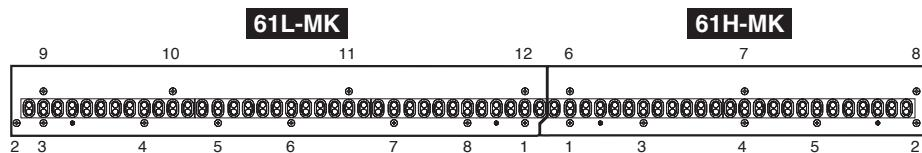

Fig.11 (図 11)
* When installing the circuit board 61L-MK, tighten the screws 1 through 12 in numerical order as shown in the figure “61L-MK” in Fig.11. (Fig.11)
* When installing the circuit board 61H-MK, tighten the screws 1 through 8 in numerical order as shown in the figure “61H-MK” in Fig.11. (Fig.11)
※ シート 61L-MK を取り付けるときは、図 11 のシート 61L-MK 図の番号 1 ~ 12 の順にネジを締めてください。 (図 11)
※ シート 61H-MK を取り付けるときは、図 11 のシート 61H-MK 図の番号 1 ~ 8 の順にネジを締めてください。
(図 11)